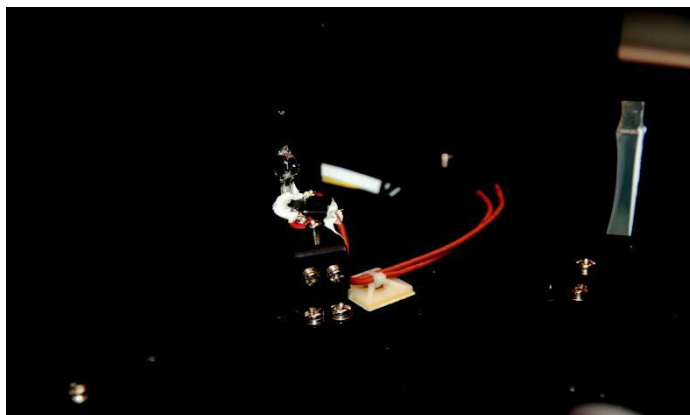

Рисунок 7 - Крепление галогенной лампы.
9.1.7. Замените галогенную лампу: выньте лампу из держателя и установите в гнезда держателя новую лампу (Рисунок 7).